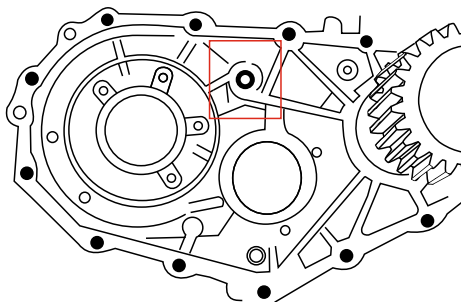

Рис. 2
4. Установите дифференциал в сборе в картер корпуса раздаточной коробки. Зубчатый венец ведомой шестерни при этом упрётся в стенку картера (Рис. 2).